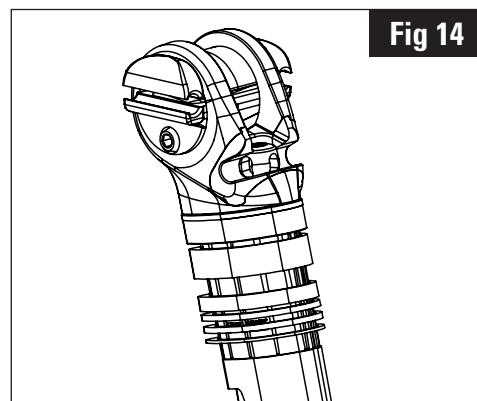

Fig 14
2. Enfiler les bagues sur la tige de selle comme sur la fig. 14.